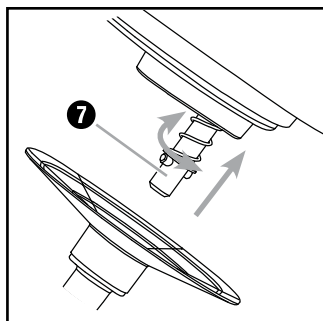

Fig. 1: Montaggio degli accessori
- 1) Premere il tasto di sbloccaggio ② . Il braccio girevole ① si sposta verso l'alto.
- 2) Inserire la ciotola ⑥ in modo tale che i fermi della ciotola ⑥ si inseriscano nell'incavo della base ⑤. Ruotare la ciotola ⑥ in senso orario (v. simboli  e  presenti sulla base ⑤) in modo da bloccarla e inserirla saldamente.
- 3) Selezionare l'inserto ⑩ ⑪ ⑫ adatto:
- Frusta ⑪ per montare la panna.
- Frullino ⑫ per lavorare impasti.
- Gancio da impasto ⑩ per impastare impasti densi, come ad es. pasta lievitata.
4) A seconda del lavoro da svolgere, montare il gancio da impasto **10**, la frusta **11** o il frullino **12** sull'asse motore **7** (Fig. 1):